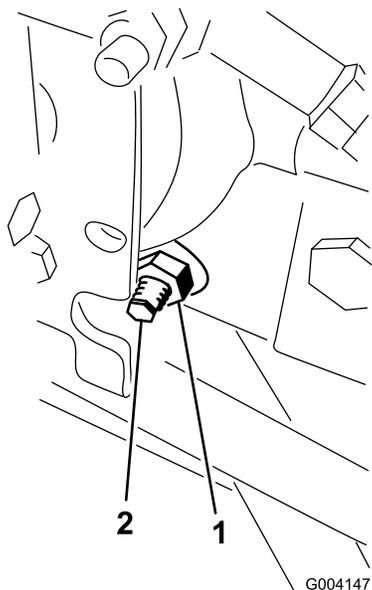

Рисунок 58
3. С правой стороны гидростата ослабьте контргайку кулачка регулировки тяги (Рисунок 58).